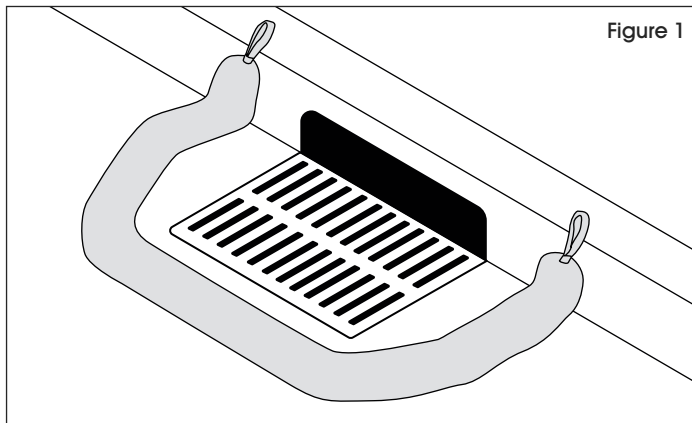

Figure 1
- a. **Remblai tubulaire simple** : Placez le remblai tubulaire autour de la grille en formant un U. (Voir Figure 1)